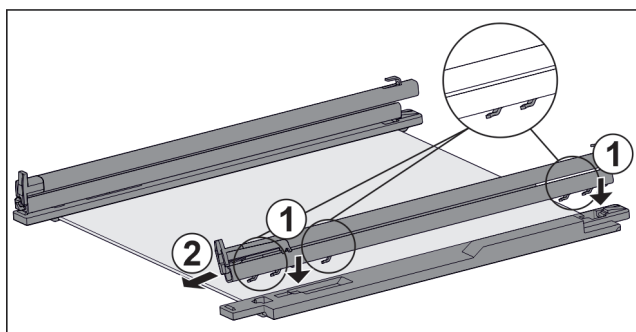

Fig. 125 Ripiano in vetro con guide e fermi
- ▶ Inserire il gancio della guida sulle aperture del **gancio** sinistro. Fig. 125 (1)
- ▶ Tirare la guida in avanti. Fig. 125 (2)
- ▶ Inserire il gancio della guida nelle aperture del **gancio** destro. Fig. 125 (1)